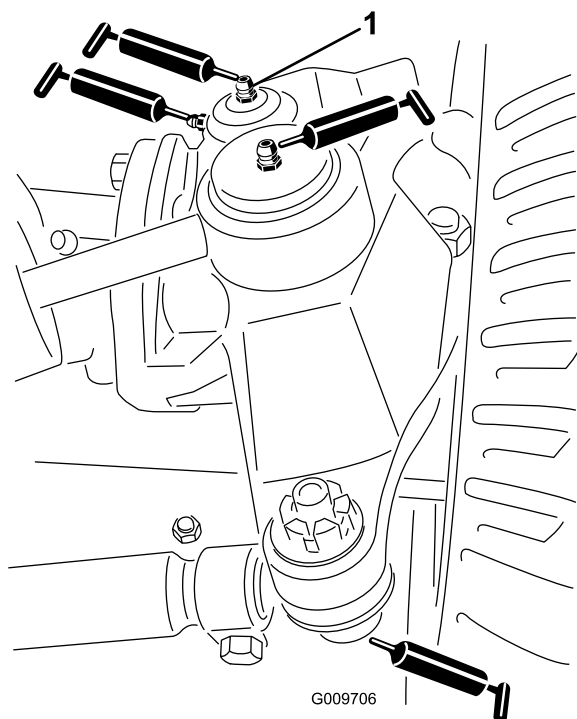

図 49
- ・ ステアリングシリンダのボールジョイント (2ヶ所) (図 49)
- ・ タイロッドのボールジョイント (2ヶ所) (図 49)
- ・ キングピンのブッシュ (2ヶ所) (図 49)。但しキングピン上部は1年に1回のみ (ポンプ2回押し) のみとする。